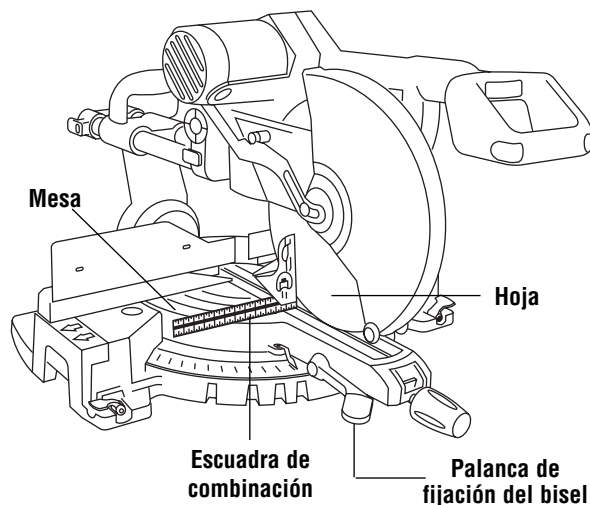

Figura 5. Hoja en ángulo recto con la mesa
Baje la hoja y acople el pasador de fijación. Use una escuadra de combinación para comprobar la perpendicularidad de la hoja respecto a la mesa. Coloque la escuadra sobre la mesa y presiónela contra la hoja. Si la hoja no hace contacto con toda la longitud de la escuadra (Figura 5), siga el procedimiento de alineación.
5. Coloque la escuadra de combinación sobre la mesa, apoyada contra el tope-guía (vea la Figura 5).
Use una cabeza de la escuadra de combinación para comprobar la posición de la hoja en el tope de 45°. Ponga la cabeza de la escuadra sobre la mesa y oprima su cara de 45° contra la hoja. Si la hoja no toca toda la cara de la escuadra (Figura 5), efectúe el procedimiento de alineamiento.